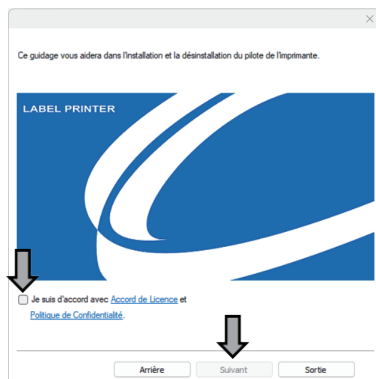

Fig.11
- ⑤ Passez à l'écran d'installation suivant. Lisez attentivement le Contrat de Licence et la Politique de Confidentialité, puis cochez « J'accepte » et cliquez sur « Suivant » (voir Figure 11).